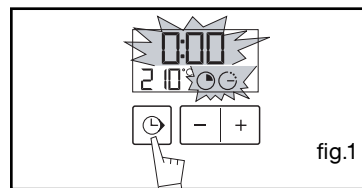

fig.1
L'affichage clignote pour indiquer que le réglage est alors possible (fig. 1).
- Appuyez sur la touche "⌚" (fig.1) jusqu'à faire clignoter le symbole minuterie
- Réglez et validez l'heure de votre programmeur à 0h10 (fig.1).